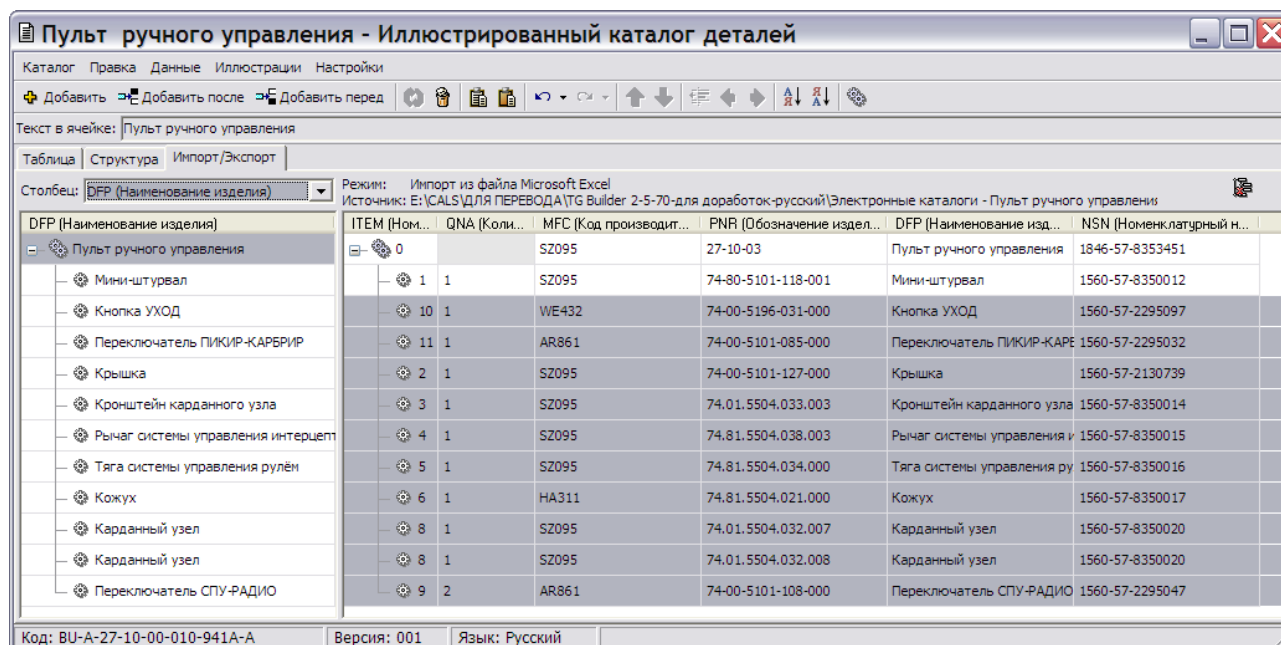

Рис. 6.39
20. Нажмите правой кнопкой мыши на выделенную область и выберите из контекстного меню команду **Перенести выбранные**. Из выпадающего списка поля **Столбец** левого окна выберите **DFP (Наименование изделия)**. При этом в левой части окна появятся наименования перенесенных в каталог элементов (Рис. 6.39) (или содержимое любого столбца, который будет выбран из выпадающего списка поля **Столбец**). Загруженные данные появятся также на вкладках редактора **Таблица** и **Структура**. Вкладка **Импорт / Экспорт** исчезнет после того, как Вы выйдете из редактора с сохранением данных и затем вновь откроете каталог для редактирования.